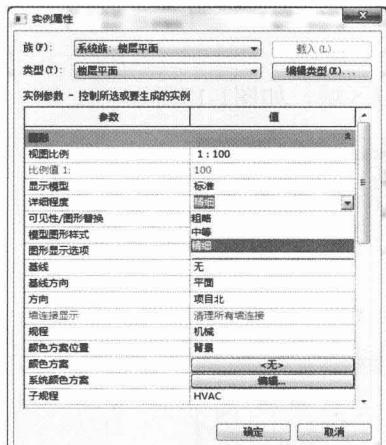

图 1-15
(1) 在楼层平面中单击鼠标右键，在弹出的快捷菜单中选择“视图属性”命令，弹出“实例属性”对话框，在“详细程度”下拉列表中可选择“粗略”、“中等”或“精细”的详细程度，如图1-15所示。
(2) 通过预定义详细程度，可以影响不同视图比例下同一几何图形的显示。
(3) 墙、楼板和屋顶的复合结构以中等和精细详细程度显示，即详细程度为“粗略”时不显示结构层。
(4) 族几何图形随详细程度的变化而变化，此项可在族中自行设置。
(5) 各构件随详细程度的变化而变化。以粗略程度显示时，它会显示为线。以中等和精细程度显示时，它会显示更多几何图形。